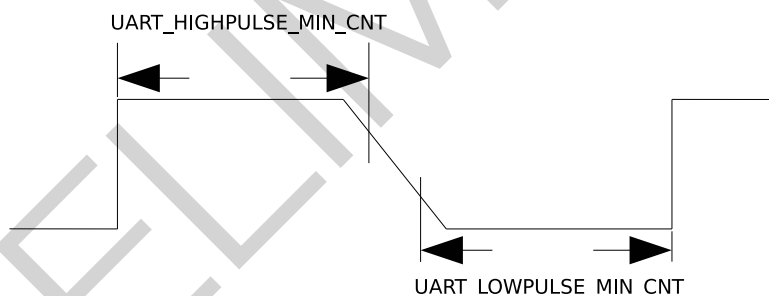

图 13-4. UART 信号下降沿较差时序图
2. 对于 UART 信号的下降沿信号比较差的情况，如图 13-4 所示，这时通过取 `UART_LOWPULSE_MIN_CNT` 与 `UART_HIGHPULSE_MIN_CNT` 的和平均得到的值不准确，可以通过 `UART_POSEDGE_MIN_CNT` 获取发送方波特率。计算公式如下：